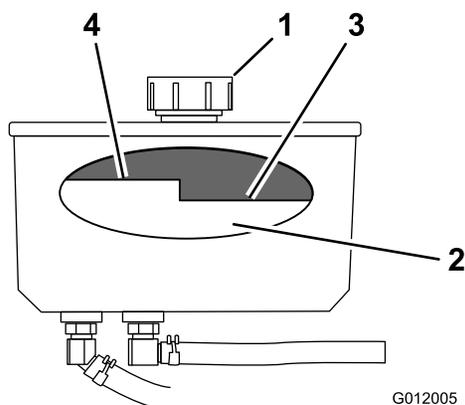

図 72
4. 油圧オイルタンクの注油口周辺をきれいに拭く 図 72。
5. 給油口からキャップを取る 図 72。
注 オイルが暖かいとき、高温時 FULL レベルの下までであれば適正である 図 72。